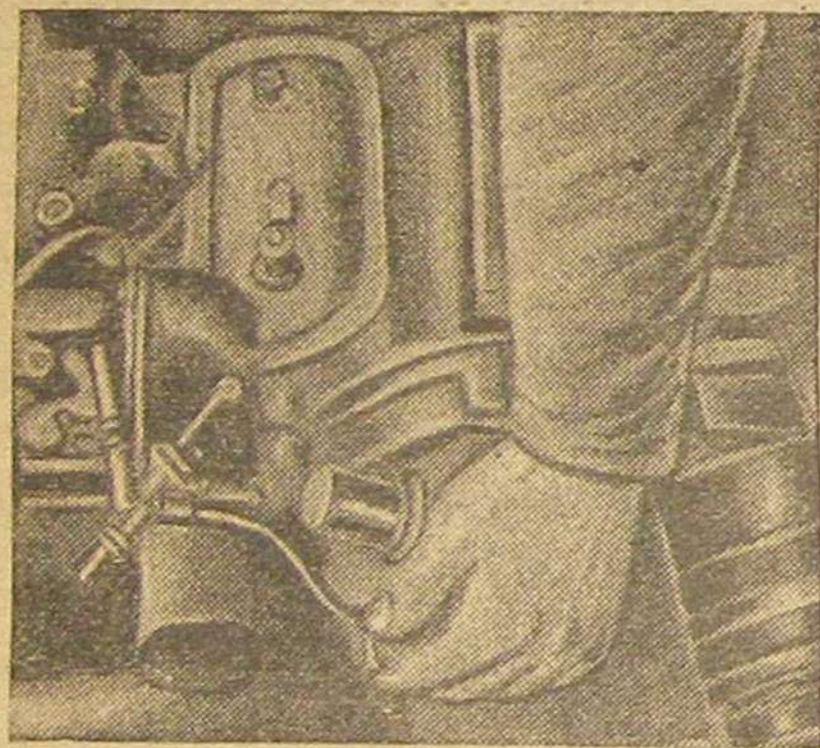

Рис. 15. Регулировка оборотов двигателя В-20
4) завести с помощью рукоятки пусковой двигатель В-20, для чего засосать бензин, прикрыв воздушную заслонку карбюратора; дроссельную заслонку карбюратора поставить в положение, соответствующее среднему числу оборотов, что достигается путем завинчивания регулирующего болта (рис. 15); после запуска пускового двигателя дать ему проработать 5—6 мин. для прогрева воды в рубашках газового двигателя;